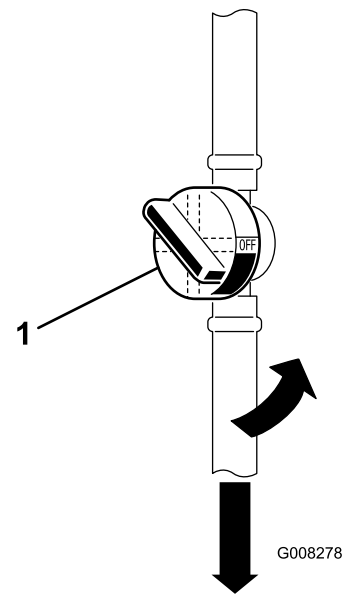

Bild 31
- 5. Schließen Sie den Kraftstoffhahn (**Bild 31**).
- 7. Drücken Sie die Enden der Schlauchklemmen zusammen und schieben diese weg vom Kraftstofffilter (**Bild 31**).